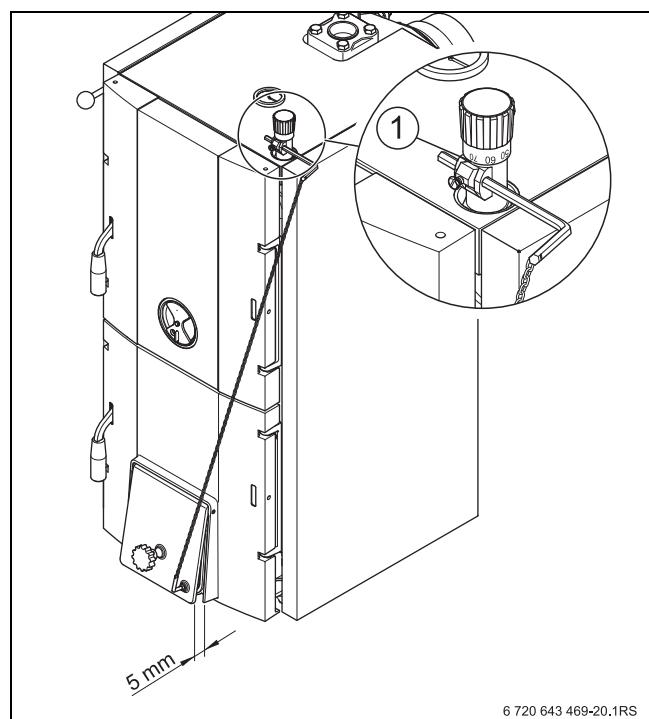

Рис. 4 Настройка регулятора горения
- ▶ Установите регулятор давления на красную метку (85 °C) (→ рис. 4).